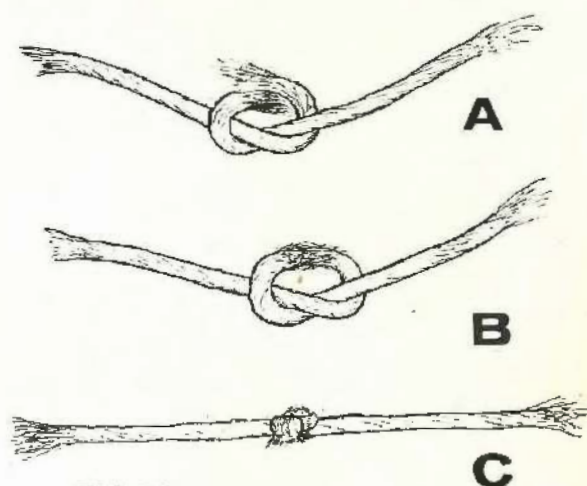

FIG.14
- a. Faire un demi-noeud comme montré en A, Fig. 14.
- b. Prendre les deux brins courts et libres pour les tordre ensemble afin de mélanger les fibres et de les unir (B, Fig. 14). L'opération sera facilitée si les brins sont légèrement mouillés avant d'être assemblés.
- c. Tirer sur le noeud et le serrer pour obtenir la taille correcte. (C, Fig. 14).